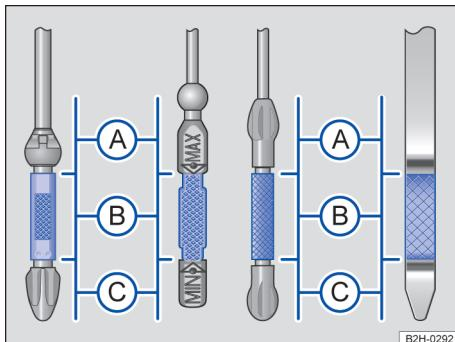
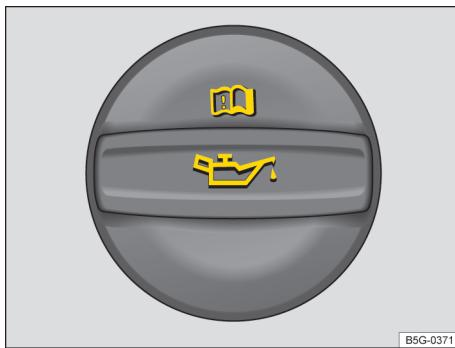

Fig. 173 Vareta de medição do óleo do motor com marcas de nível de óleo do motor.
Fig. 174 No compartimento do motor: tampa da abertura para enchimento de óleo do motor (representação esquemática).
Em caso de alta demanda do motor, o nível do óleo do motor deve estar na área permitida → Fig. 173 (B), por exemplo, em longas conduções por estradas durante o verão, na condução com reboque → Página 180 ou durante travessias de montanhas.
4. Identificar a abertura para enchimento de óleo do motor e a vareta de medição do óleo. A abertura para enchimento do óleo do motor é identificada pelo símbolo  na tampa e pela vareta de medição do óleo do motor com a alça colorida → Fig. 174. Se não estiver claro onde a tampa e a vareta de medição do óleo se encontram, procurar uma Concessionária Volkswagen ou uma empresa especializada.
7. Retirar novamente a vareta de medição do óleo do motor e ler o nível no óleo do motor na vareta de medição da seguinte maneira → Fig. 173:
- (A)**: nível do óleo do motor muito alto. Se for o caso, observar a mensagem no display do instrumento combinado e **informar uma empresa especializada**.
- (B)**: nível de óleo do motor OK. Por exemplo, em alta demanda do motor, o nível de óleo do motor → Página 228 pode ser completado até o **limite superior desta faixa**. Continuar com a etapa 8 ou 15.
- (C)**: nível do óleo do motor muito baixo. **Reabastecer o óleo do motor sem falta**. Continuar com a etapa 8.
9. Desrosquear a tampa da abertura para enchimento de óleo do motor → Fig. 174.
13. No final do processo de reabastecimento, o nível do óleo do motor deve estar, ao menos, no meio da faixa → Fig. 173 **(B)**, mas nunca acima disso → .
14. Se tiver sido reabastecido muito óleo do motor accidentalmente e depois o nível de óleo do motor estiver na faixa → Fig. 173 **(A)**, **não ligar o motor** e notificar uma Concessionária Volkswagen ou uma empresa especializada.
- Não ligar o motor se o nível do óleo do motor estiver na faixa → Fig. 173 (A), notificar uma Concessionária Volkswagen ou uma empresa especializada. Caso contrário, o catalisador e o motor podem ser danificados!
O nível do óleo do motor não deve, em nenhuma hipótese, estar acima da faixa → Fig. 173 (B). Caso contrário, o óleo pode ser aspirado pelo dispositivo de ventilação do cárter e chegar à atmosfera por meio do sistema de escape.
Se a luz de controle acender-se, o óleo do motor deve ser reabastecido até o **limite superior da faixa** → Fig. 173 (B).
Caso seja reabastecido apenas pouco óleo do motor (*não* até o limite superior da faixa → Fig. 173 (B)), a luz de controle pode apagar-se primeiramente e, depois de aproximadamente 100 km, acender novamente. Neste caso, o óleo do motor deve ser completado até o limite superior da faixa → Fig. 173 (B).